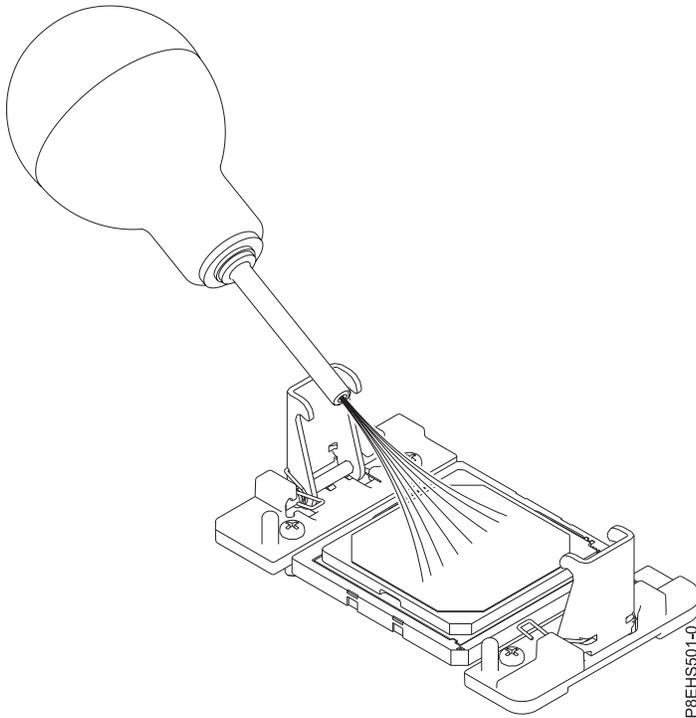

Figure 71. Retrait de la poussière et des particules présentes sur le module processeur système
- a. Si de la poussière ou des particules sont présentes, utilisez la pompe à air fournie (référence 45D2645) pour nettoyer la zone de module processeur système. Dirigez de petits jets d'air depuis le centre vers les côtés du module processeur système, comme illustré dans la figure 71, à la page 74. Si votre pompe à air (soufflette) n'est pas assemblée comme illustré figure 71, à la page 74, adaptez l'embout sur la poire.